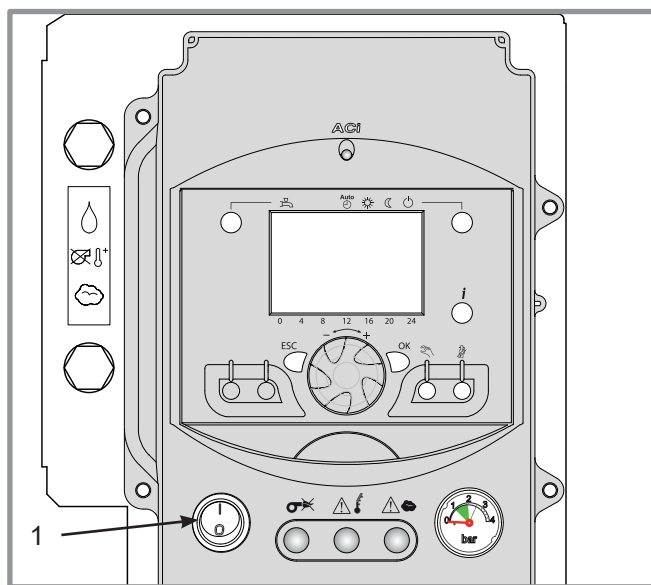

fig. 31 - Tableau de contrôle et régulation
- Enclencher le bouton marche/arrêt (repère 1, fig. 31).